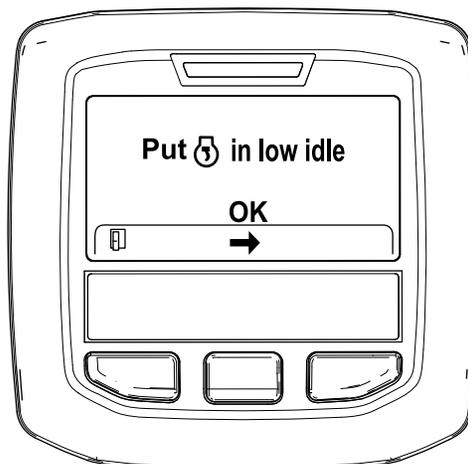

Рисунок 52
6. Переведите дроссельную заслонку в положение МАЛОЙ ЧАСТОТЫ ВРАЩЕНИЯ ХОЛОСТОГО ХОДА и нажмите среднюю кнопку (Рисунок 52).